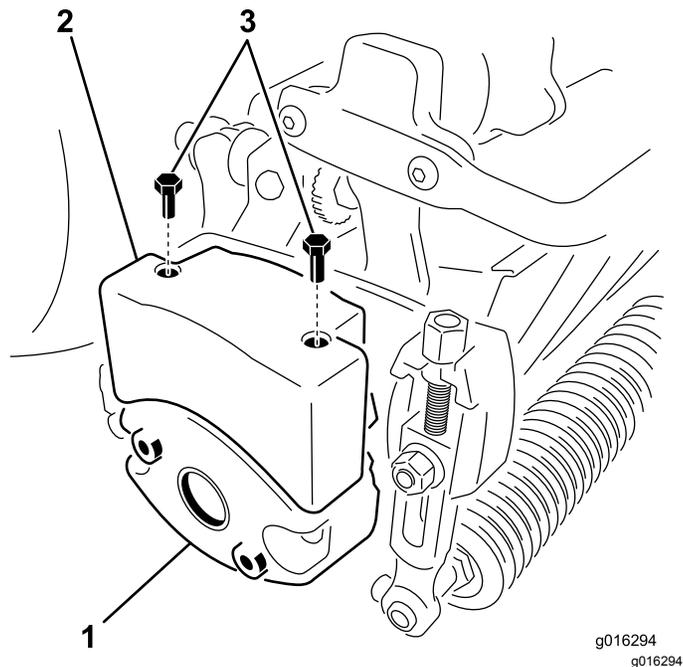

图10
4. 拆下滚刀组一侧用于固定配重块的 2 个螺栓图10。
6. 使用 2 个六角头螺丝将上配重块安装到滚刀组配重块上图10。